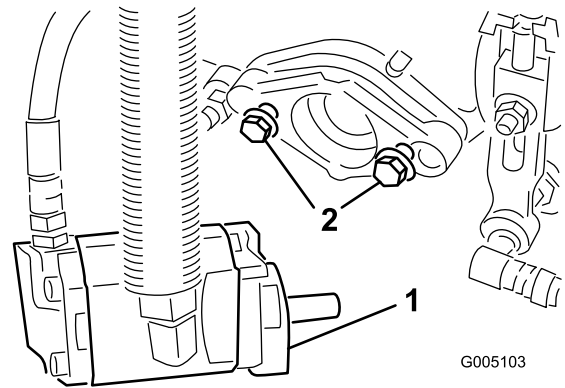

Figura 14
7. Coloque los pernos de montaje del motor de tracción del molinete en cada unidad de corte. Deje expuesta 1/2 pulgada (13 mm) aproximadamente de rosca en cada tornillo de montaje (Figura 14).
11. **Apriete los pernos de montaje** (Figura 14).